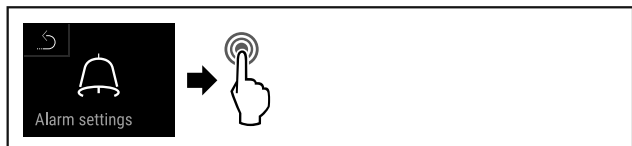

Fig. 139
- ▶ Eseguire i passi (vedere Fig. 139).